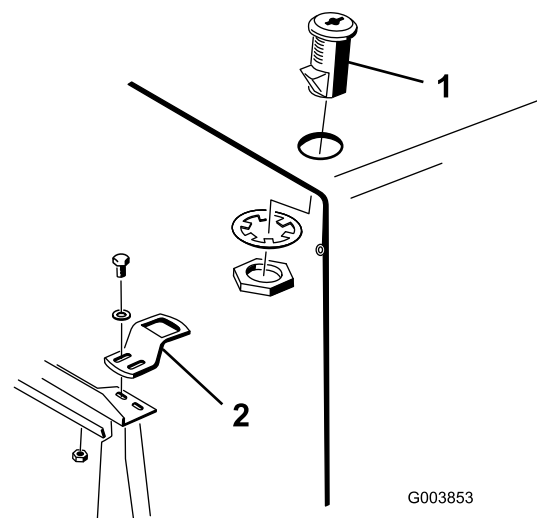

Figura 4
- Fixe o dispositivo de fixação no capot com a porca e a anilha de segurança. Coloque o dispositivo com o fecho virado para a parte da frente da máquina (Figura 4).
- Fixe o suporte do trinco ao suporte do radiador com 2 parafusos ((1/4 x 3/4 polegada), anilhas chatas e porcas de bloqueio (Figura 4).